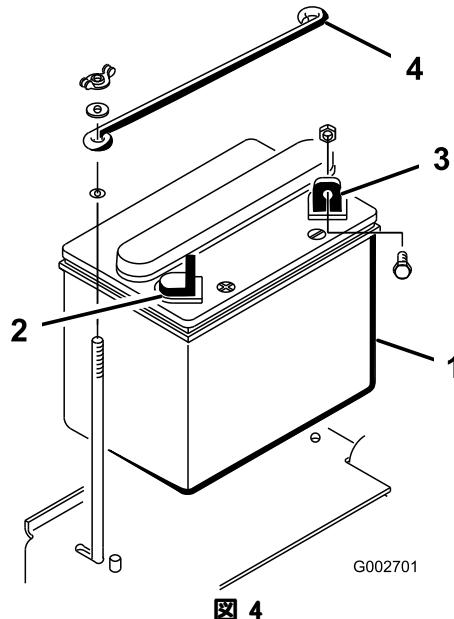

図 4
1. マイナス (-) 端子を車体後方に向けてバッテリーを車体に載せる(図 4)。